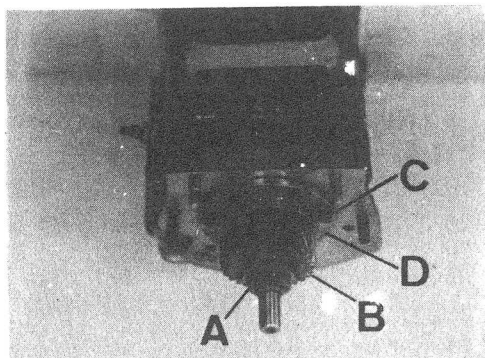

Fig. C1-93 Desmontaje porta-retén
- 1.3. Desmontar la tuerca, A (Fig. C1-93) de retenida del engranaje, B, de transferencia, y extraer éste.
- 1.4. Desmontar los elementos de fijación, C (Fig. C1-93) de la tapa, D, porta-retén.
- 3.3.3. Montar los elementos de fijación, C (Fig. C1-93) de la tapa, D, aplicándoles un par de apriete de 2 á 3 mkg.
- 3.3.4. Montar el engranaje, B (Fig. C1-93) de transferencia y su tuerca, A, de retenida, aplicándole a ésta última un par de apriete de 13 á 17 mkg.